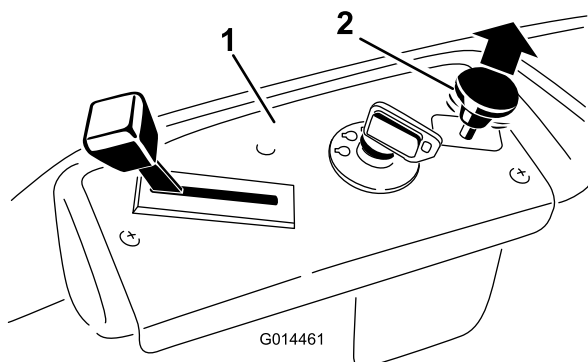

Figura 14
3. Tire hacia arriba del mando de control de las cuchillas para desplazarlo a la posición Engranado y engranar las cuchillas (Figura 14).